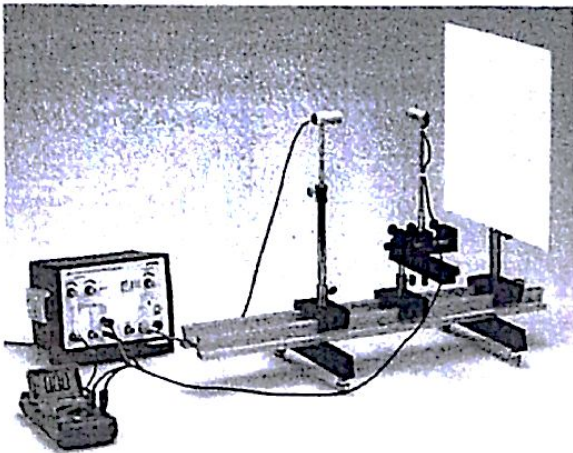

Рис.1. Вигляд експериментальної установки для дослідження стоячих хвиль.
1. Складіть схему експериментальної установки так, як зображено на рис.1.